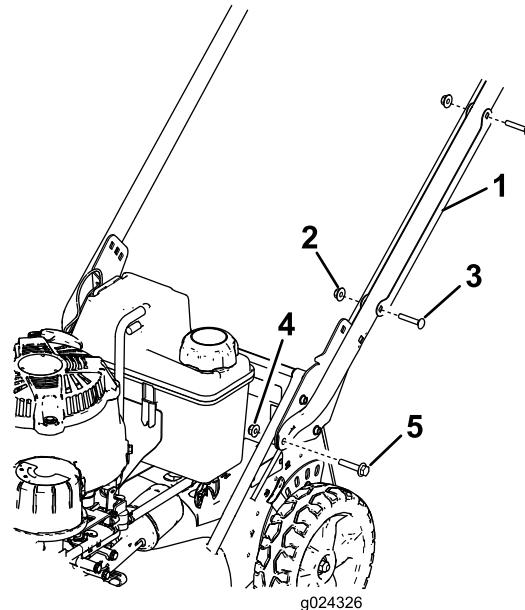

Figura 3
1. Retire los 2 pernos de cuello cuadrado y las 2 arandelas que sujetan el protector de cable al manillar, y retire el protector del cable del manillar (Figura 3).
2. Instale los extremos del manillar en la carcasa de corte con 2 pernos de cabeza hexagonal con arandela prensada (5/16 x 1-1/2") y 2 tuercas con arandela prensada (5/16"), según se muestra en Figura 3.
- Posicione el protector de cable en el manillar **con el/los cable(s) dentro del protector**, y sujetelo al manillar con los 2 pernos de cuello cuadrado y las 2 contratuerzas que retiró anteriormente (Figura 3).